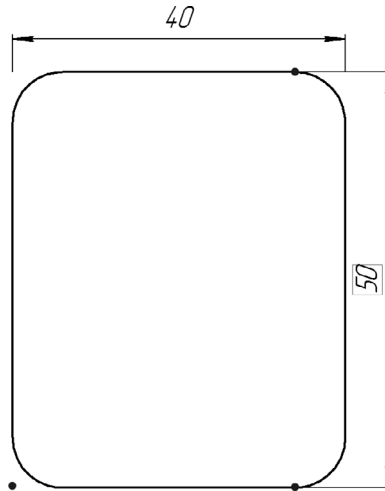

Рис. 62.47.
5. Чтобы восстановить параметрические связи, удалите вертикальный размер 50 мм и поставьте его заново (рис. 62.47).